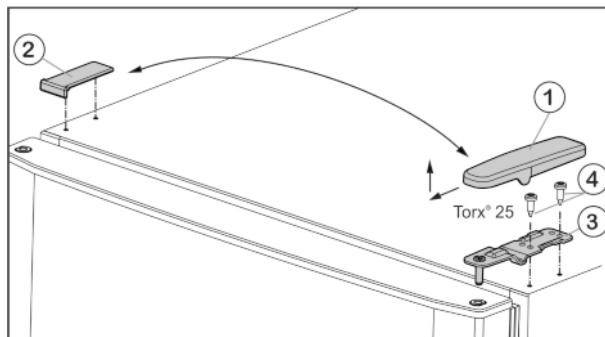
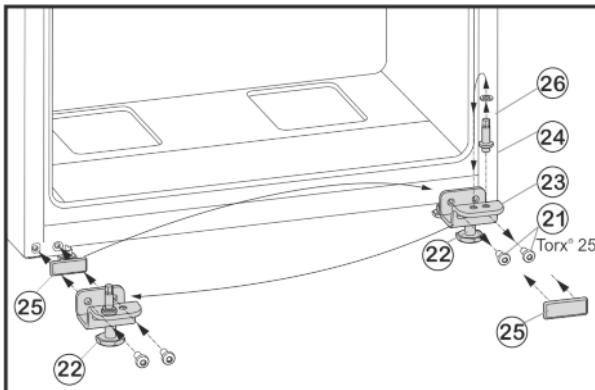

Fig. 4
Fig. 6
- Потяните крышку Fig. 4 (1) вперед и вверх.
► Снимите крышку Fig. 4 (2).
- Открутите верхний опорный кронштейн Fig. 4 (3)(2 шт. Torx® 25) Fig. 4 (4) и вытяните вверх.
- ▶ Открутите крепежные винты Fig. 6 (21).
- ▶ Снимите нижний опорный кронштейн Fig. 6 (23) вместе с опорным пальцем Fig. 6 (24), шайбой Fig. 6 (26) и регулируемой опорой Fig. 6 (22).
- ▶ Открутите опорный палец Fig. 6 (24) вместе с шайбой Fig. 6 (26) и, переставив в отверстие на противоположной стороне опорного кронштейна, снова прикрутите.
- ▶ Аккуратно снимите защитную пластину Fig. 6 (25) и переставьте ее на противоположную сторону.
- ▶ Прикрутите нижний опорный кронштейн Fig. 6 (23) вместе с опорным пальцем Fig. 6 (24), шайбой Fig. 6 (26) и регулируемой опорой Fig. 6 (22) с другой стороны шарнира (**с моментом 4 Нм**), при необходимости используйте аккумуляторный шуруповерт.
- ▶ Установите нижнюю дверцу сверху на опорный палец Fig. 6 (24).
- ▶ Вставьте средний опорный кронштейн (13) с поворотом на 180° в нижнюю дверцу и прикрутите с помощью крепежных винтов (11/2 шт. Torx® 25) на новую сторону шарнира (**с моментом 4 Нм**).
- ▶ Снова установите пластиковую шайбу (10).
- ▶ Установите верхнюю дверцу на средний опорный кронштейн (13).
- ▶ Установите верхний опорный кронштейн Fig. 4 (3) на новой стороне шарнира и защелкните в дверце.
- ▶ Привинтите верхний опорный кронштейн (**с моментом 4 Нм**) (2 шт. Torx® 25) Fig. 4 (4). При необходимости используйте аккумуляторный шуруповерт.
- ▶ Наденьте и защелкните крышку Fig. 4 (1) на противоположной стороне снаружи.
- ▶ Также наденьте сверху и защелкните крышку Fig. 4 (2) на противоположной стороне.
- ▶ Выверните регулируемую опору Fig. 6 (22) на нижнем опорном кронштейне Fig. 6 (23) до ее соприкосновения с полом.